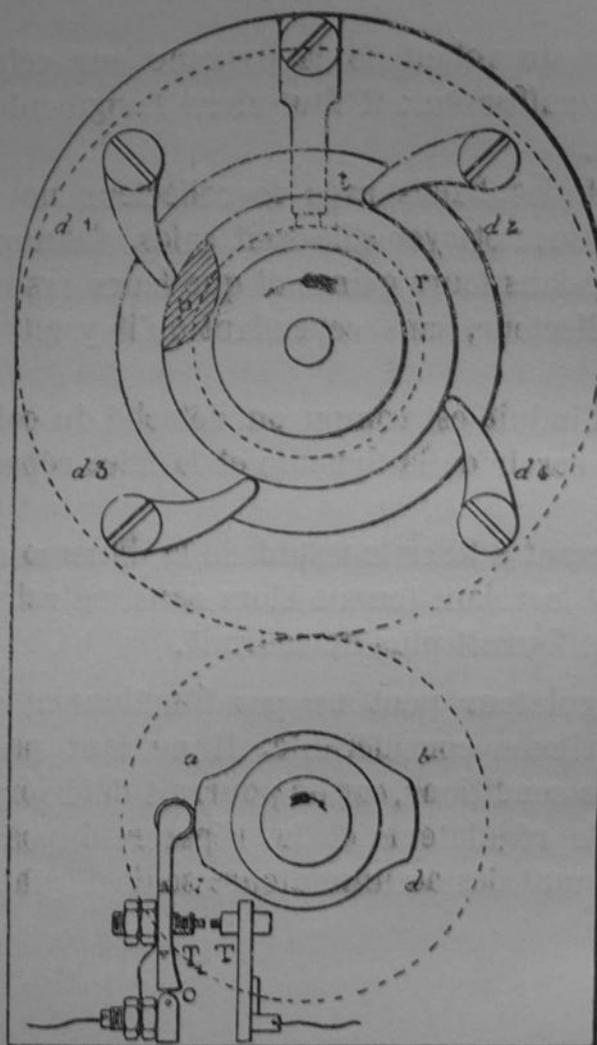

Fig. 16. — Magnéto.
**Description de la Magnéto.** — La magnéto se compose des pièces suivantes (*fig. 16*) :
Nous voyons donc d'après ce qui précède, que pour envoyer périodiquement le courant dans la bobine, il suffit de mettre en contact les deux vis platinées T et T1 et de rompre ce contact périodiquement. C'est le rôle de la came calée directement sur l'axe de l'induit. Cette came agissant sur un galet fait osciller autour de l'axe O (*fig. 16*) le support de la vis platinée T1 et rompt le contact des deux vis à chaque demi-tour.